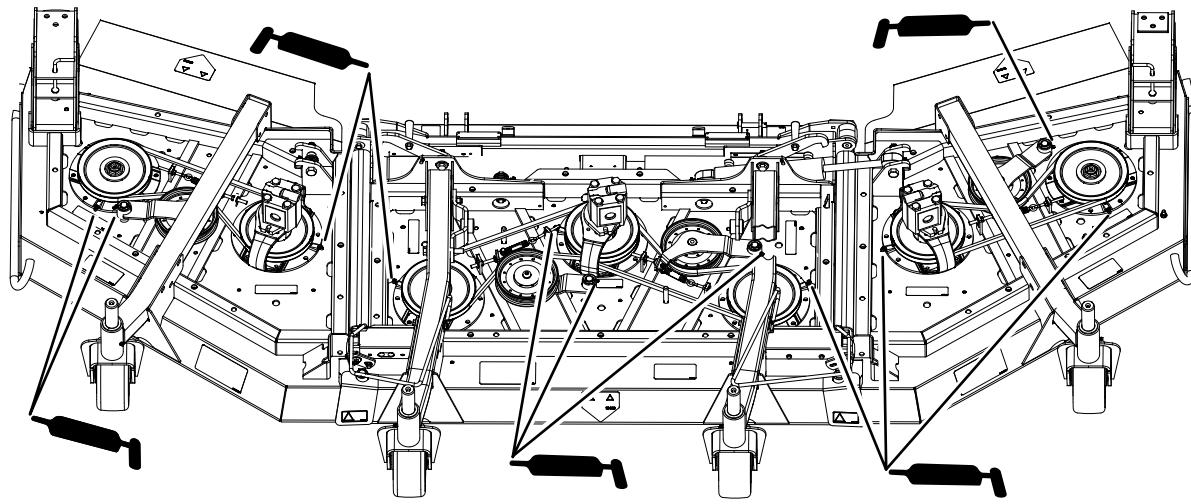

Bild 83
- Drei Spindelwellenlager (unter der Riemscheibe) (Bild 83)
- Zwei Spannarm-Drehbüchsen (Bild 83)